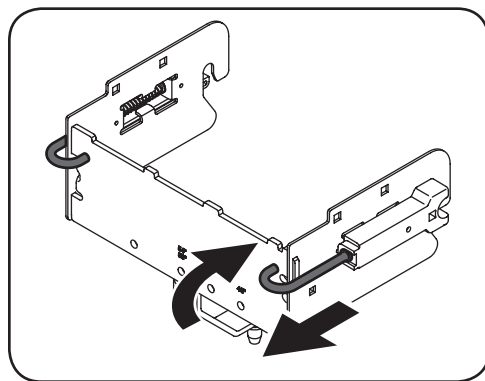

Figure 2-4
2. Abra las chavetas en J y bloquéelas en posición abierta girándolas levemente hacia adentro y apoyándolas en la parte trasera de la ménsula de soporte trasera. Consulte la Figure 2-4.